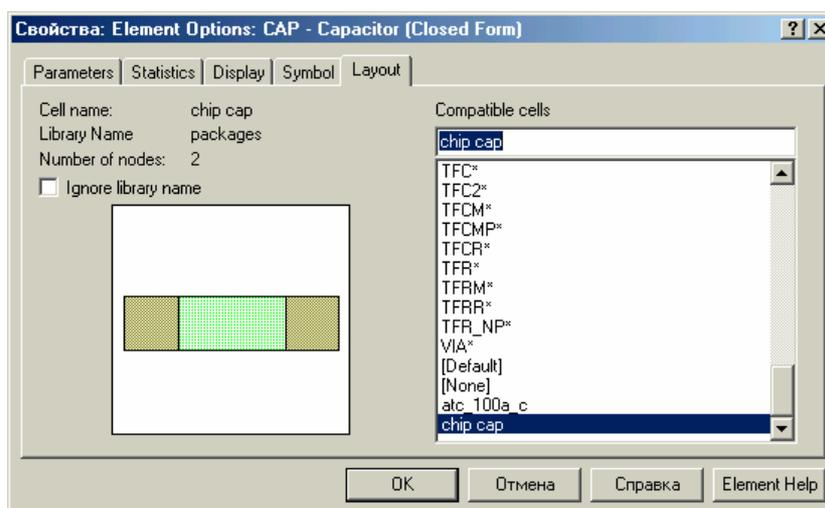

Рис. 4.22. Установка нового символа элементу C1
5. Дважды нажмите на элемент CAP C1 в окне схемы. Появляется диалог Element Options (рис. 4.22).